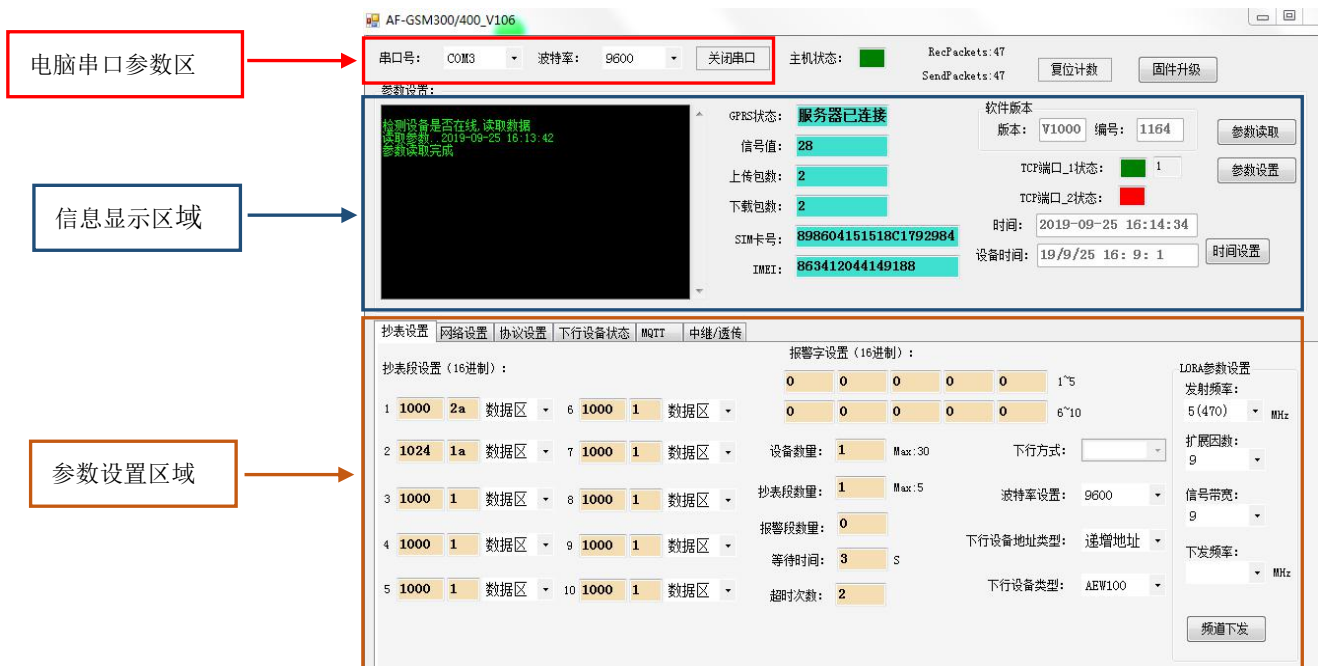

图 5
(1) AWT100无线通信终端上电, AWT100无线通信终端的工作指示灯闪烁, 表示AWT100无线通信终端已经开始工作。
(2) 启动 AWT100 无线通信终端的配置软件, 该软件由电脑串口参数区、信息显示区域、参数设置区域、参数读取及设置按钮组成, 如图 5。
点击右上角的 参数读取 按钮，即可显示出AWT100无线通信终端内部所有参数值，如图5。